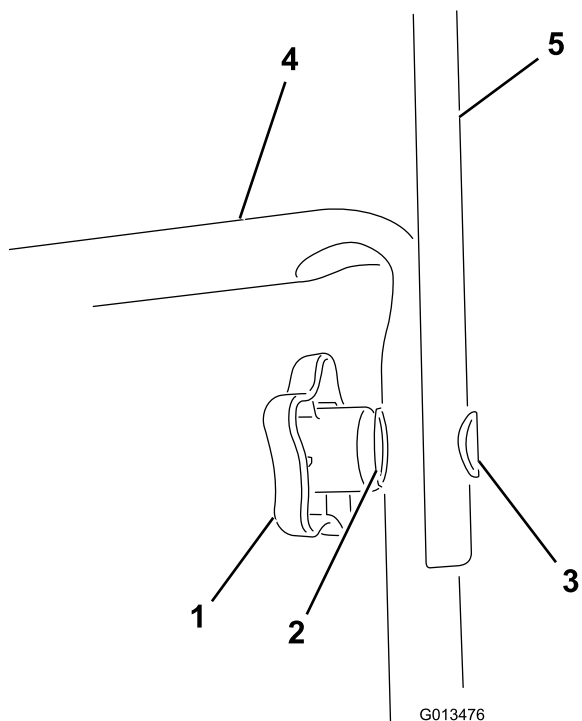

Figura 1
2. Instale a pega superior na pega inferior da máquina com os manipuladores, anilhas curvas e parafusos ovais como se mostra em Figura 1.